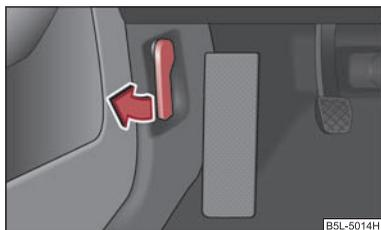

Fig. 12 Leva di sbloccaggio cofano motore
- Tirare la leva di sbloccaggio disposta inferiormente alla plancia portastrumenti sul lato sinistro ⇒ fig. 12.